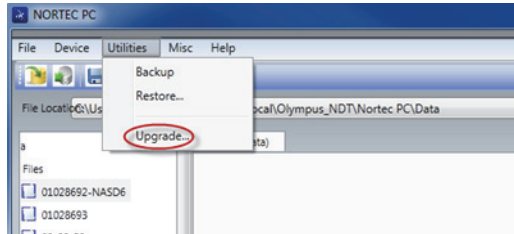

図 6-12 ユーティリティメニュー
6. NORTEC PC の Utilities (ユーティリティ) メニューで、Upgrade (更新) を選択します (313 ページの図 6-12 を参照)。